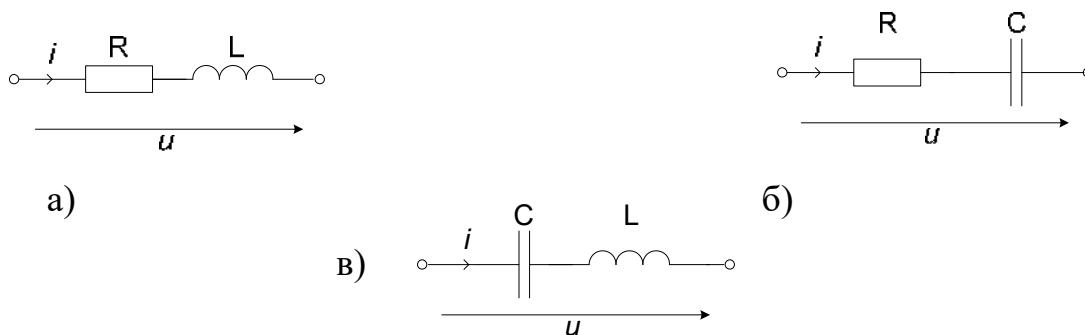

Рис. 63 Электрические схемы (задание 3)
1. Для электрической цепи (рис. 63) выполнить задание, указанное в таблице (табл. 6), где G, B_L, B_C – проводимости элементов. Построить векторную диаграмму токов и напряжений.